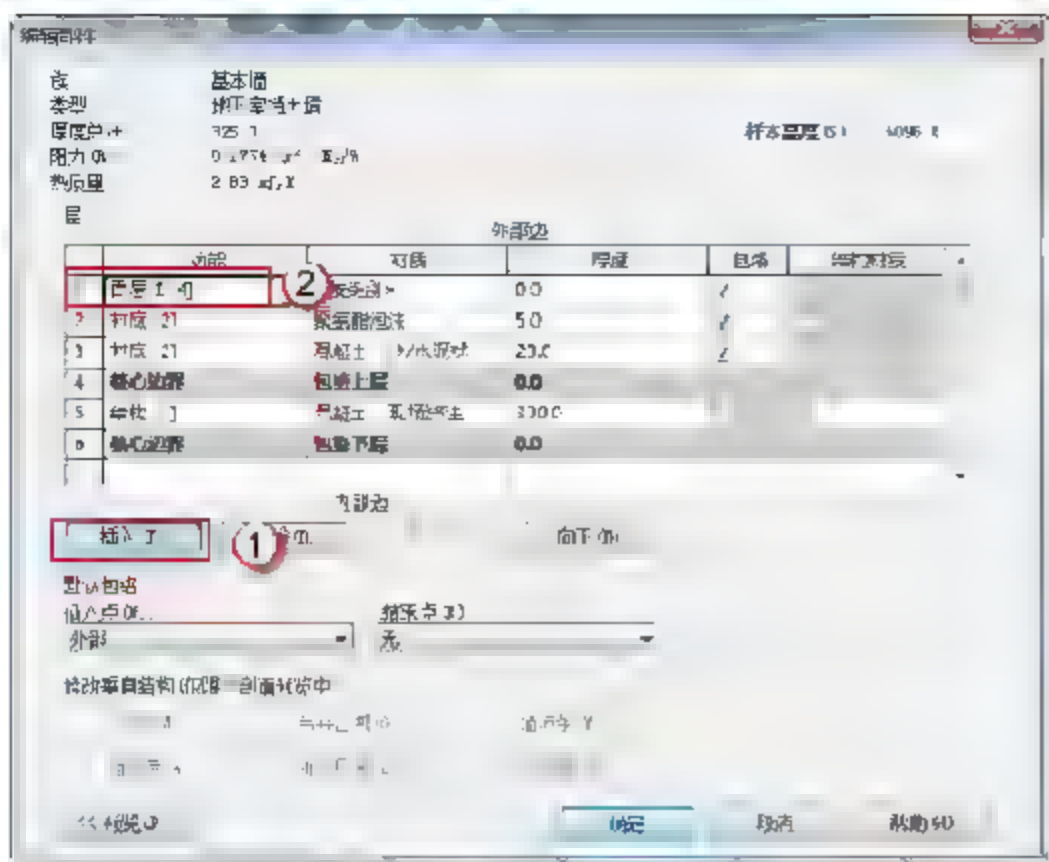

图 9.1.20 添加“面层 1[4]”功能
(7) 添加“面层 1[4]”功能。在“编辑部件”对话框中单击“插入”按钮，在“功能”参数下将“结构[1]”改为“面层 1[4]”，如图 9.1.20 所示。